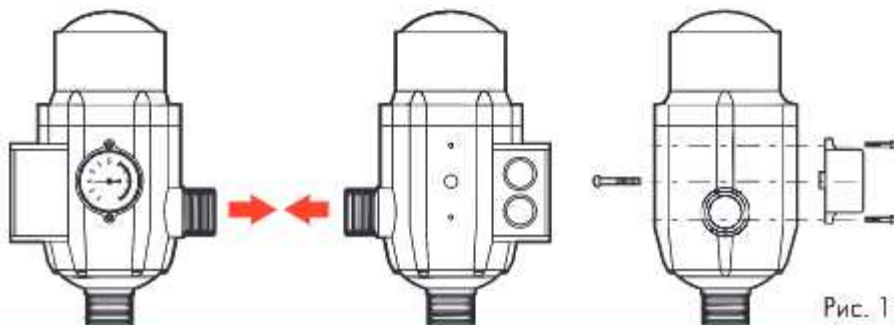

Рис. 1
4.1. Манометр может быть установлен на одной из двух сторон блока автоматики (рис. 1), при помощи кольцевого уплотнения и двух крепежных винтов. Выбрав удобное расположение манометра, с противоположной стороны заглушите отверстие при помощи винта без использования какого-либо уплотнения. Установите блок автоматики строго в вертикальном положении (рис. 2), в любой точке, расположенной между насосом и первой точкой водоразбора (краном) таким образом, чтобы входное отверстие (наружная резьба 1 дюйм) соединялось с направлением выхода потока воды из насоса, а боковое выходное отверстие (наружная резьба 1 дюйм) соответствовало направлению потока в трубопроводе. Удостоверьтесь в полной герметичности гидравлических соединений. В случае использования электронасоса с максимальным давлением свыше 10 бар необходимо установить редуктор понижения давления на входе в блок автоматики.